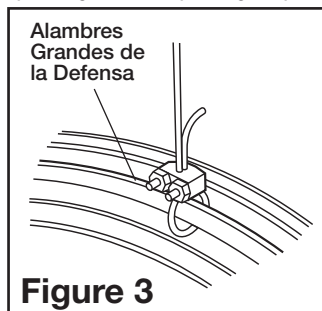

Figure 3
1. Entrelazar el cabo del Cable alrededor de los Alambres de Diámetro Grande tanto por la Parte Delantera como por la Parte Trasera de la Defensa del Ventilador (Figure 3).
2. Fijar la Mordaza del Cable de manera que la "U" del lado del cabo del bucle quede con cabo de 1 a 2 pulgadas aproximadamente. Apretar las Tuercas de la Mordaza. Hay que asegurarse de que ninguna parte del Cable estorbe a la Paleta (Figure 3).